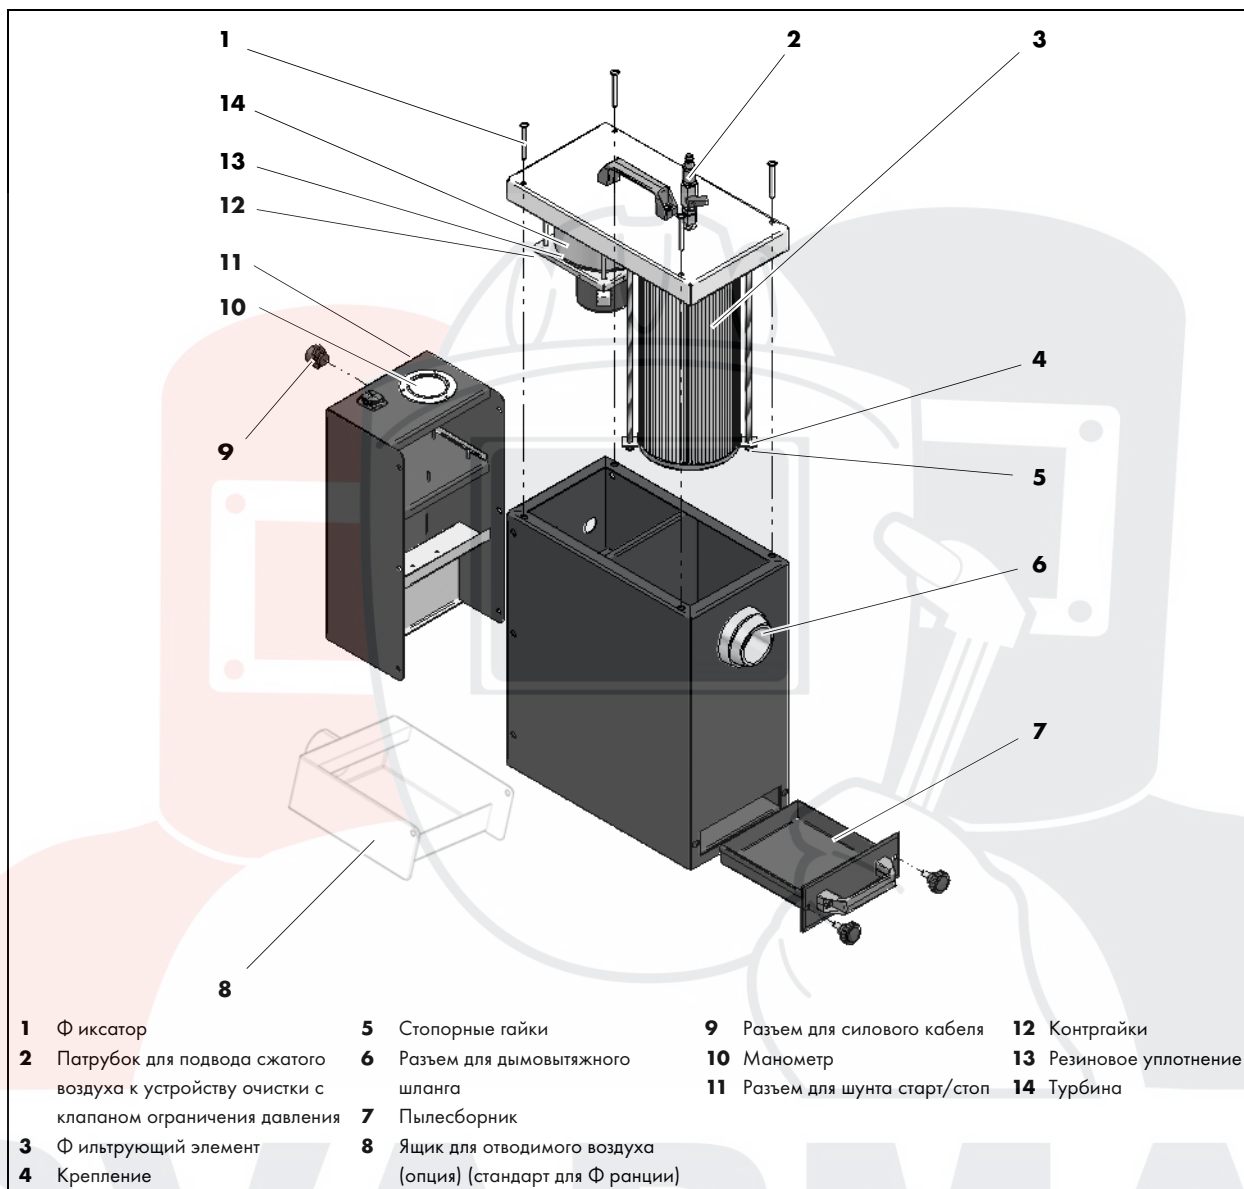

Рис. 2 Описание принципа работы
- Если давление на входе превышает 5 бар, избыточное давление сбрасывается через установленный сбоку клапан ограничения давления (1).
Подключите систему снабжения сжатым воздухом (1) (предоставляется заказчиком). Установите клапан ограничения давления на 5 бар и откройте коромысло клапана (2) на патрубке для подвода сжатого воздуха. Сжатый воздух в зависимости от давления создает струю для очистки и вызывает вращение очищающего сопла внутри сменного элемента фильтра тонкой очистки. В результате ручных движений вверх-вниз устройства очистки происходит очистка фильтра. Вытряхните собранную в пылесборнике (7) пыль (см. Рис. 2 Описание принципа работы на странице RU-12) во входящий в комплект мешок-пылесборник.
- Пыль из пылесборника (7) следует вытряхивать после каждой третьей очистки фильтра.
Вставить назад пустой пылесборник (7) (Рис. 2 Описание принципа работы на странице RU-12) и закройте его.
⇒ Рис. 2 Описание принципа работы на странице RU-12
- Тип для Франции: подсоединить дополнительный шланг к ящику для отводимого воздуха. (Рис. 2 Описание принципа работы на странице RU-12)